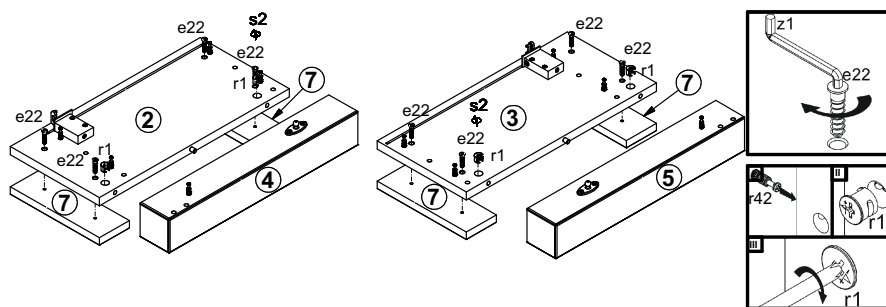

Рисунок 3
9. Соединить детали **2** и **7, 3** и **7** с помощью еврошурупов **e22** (см. рис. 3).
10. Соединить детали **2** и **4, 3** и **5**, и затянуть стяжки эксцентриковые **r1**, пользуясь специальным ключом **z1** из комплекта фурнитуры. Нижние стяжки эксцентриковые закрыть заглушками **s2** (см. рис. 3).